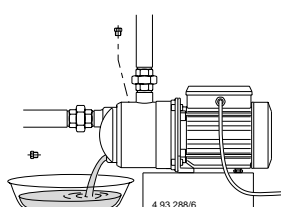

Рис. 6 Слив
**При продолжительных простоях, когда существует опасность замораживания жидкости, она должна быть полностью слита (рис. 6).**
Перед проведением демонтажа закройте задвижки на всасывании и подаче и слейте жидкость из корпуса насоса (рис. 6).